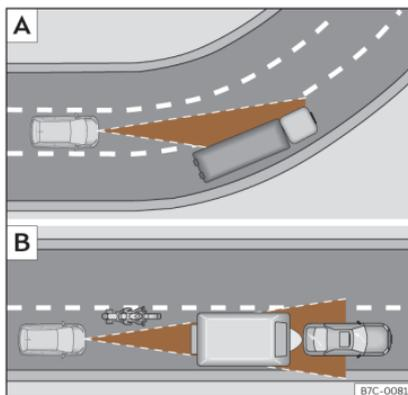

Fig. 157 [A] Véhicule à l'abords d'un virage. [B] Motocycliste circulant à l'avant hors du rayon d'action du capteur radar.
L'ACC pourrait ne pas détecter dans un virage le véhicule précédent, ou pourrait régler la distance par rapport à des véhicules qui se trouvent sur d'autres voie»» fig. 157 [A].
- Véhicules circulant de manière non alignée ou en dehors de la zone de détection du capteur, par exemple, des motos.»» fig. 157 [B]